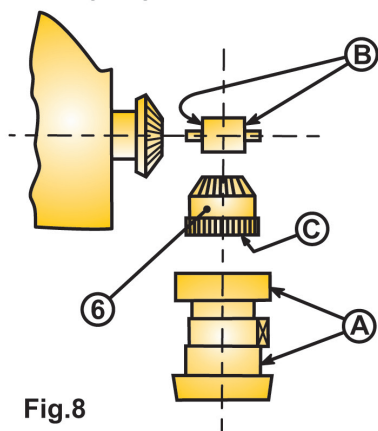

Fig.8
- B. Il peut arriver qu'un copeau de métal soit pris dans l'engrenage ou qu'une des pièces ait reçu un coup; cela peut créer un point dur. Les tolérances de fabrication sont très faibles et il peut arriver qu'une hélice soit dure simplement parce que “trop neuve”. Dans ce cas, utiliser la procédure suivante, fig. 8.
1. Montez l'hélice sans le pignon central (6), de façon à rendre la rotation des pales indépendante de celle du moyeu. Si le moyeu est dur, enlevez 0.05 mm des surfaces A avec une toile émeri ou au tour. Si les pales sont dures, enlever 0.05 mm des surfaces B avec une toile émeri enroulée sur une lime plate ou au tour. Essayez jusqu'à ce que pales et moyeu tournent librement.